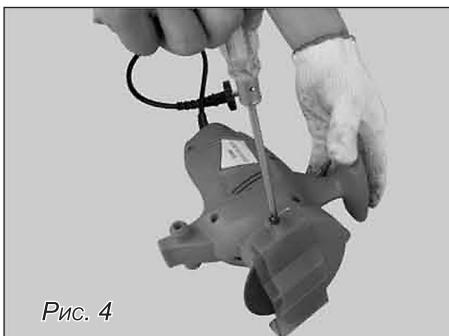
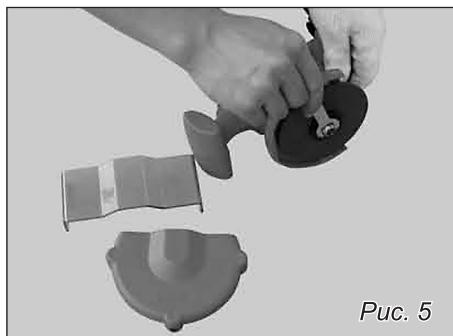
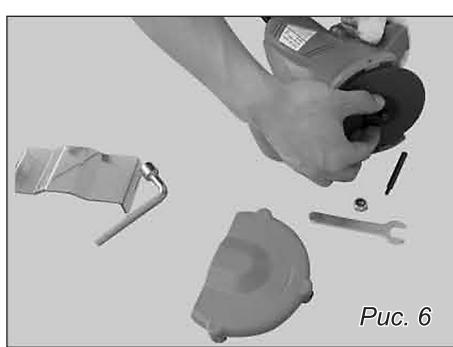

Рис. 4
Рис. 5
Рис. 6
- Не затягивайте чрезмерно гайку 15 прижима диска (рис. 5). Достаточно затянуть её от руки. Чрезмерная затяжка может привести к повреждению или разрушению диска.
- Открутите 2 винта экрана защитного, 3 винта кожуха и гайку прижимного фланца (рис. 4, рис. 5, рис. 6).